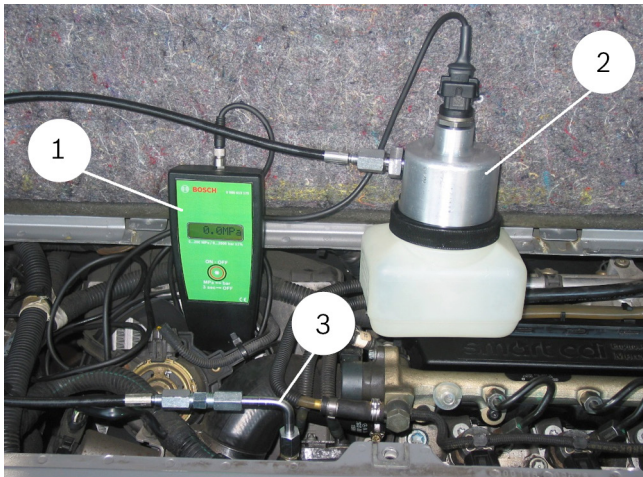

Abb. 13: Ejemplo de conexión a la bomba de alta presión Common Rail CP 1
4. Conectar el tubo flexible 60 MPa (fig. 13, pos. 3) con el respectivo adaptador de conexión, ángulo, tuerca y anillo de presión (rosca izquierda) a la bomba de alta presión.
5. Conectar el tubo flexible al módulo receptor de presión (fig. 13, pos. 2).
7. Conectar la tubería de conexión al dispositivo digital de visualización de presión (fig. 13, pos. 1) y al sensor de presión de rail del módulo receptor de presión (fig. 13, pos. 2).